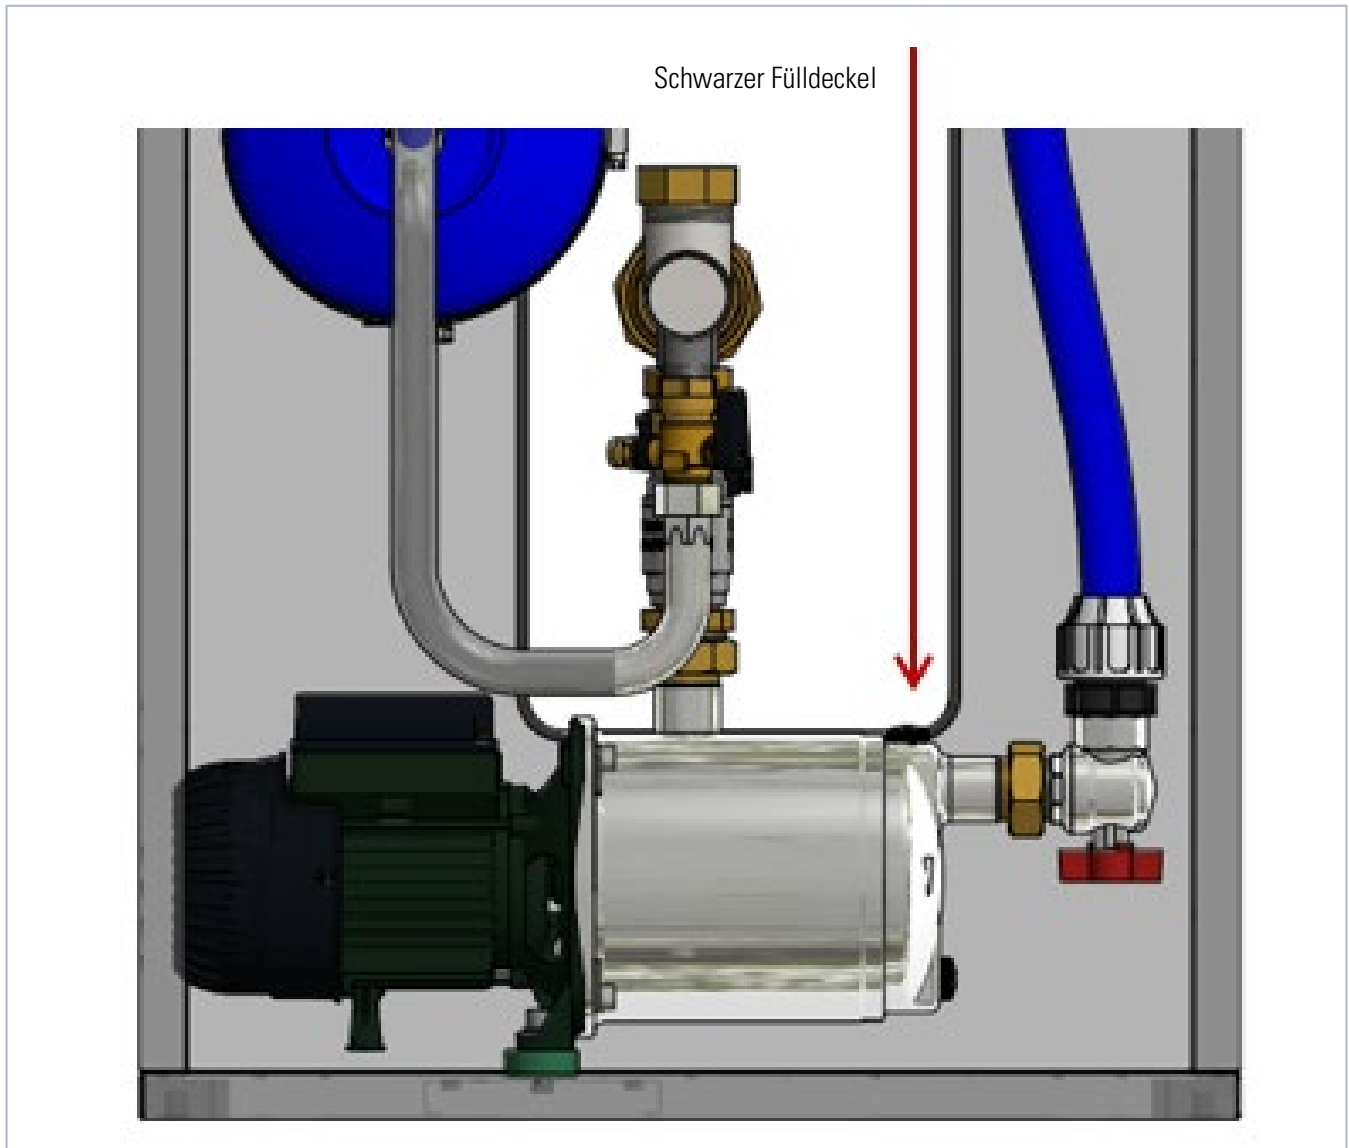

Abbildung 5: Schwarzer Fülldeckel zum Entlüften der Druckpumpe
- 5 Beide Druckpumpen durch Öffnen des schwarzen Fülldeckels entlüften, bis Wasser austritt (siehe Abbildung 5, nächste Seite).